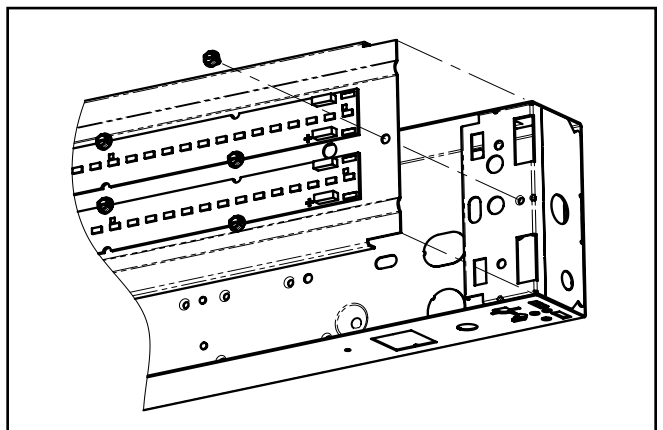

Figure 2.
4. Retirez les deux vis situées à chaque extrémité du couvercle du canal de la DEL apparente et ouvrez l'appareil pour accéder aux fentes de montage (Figure 2).